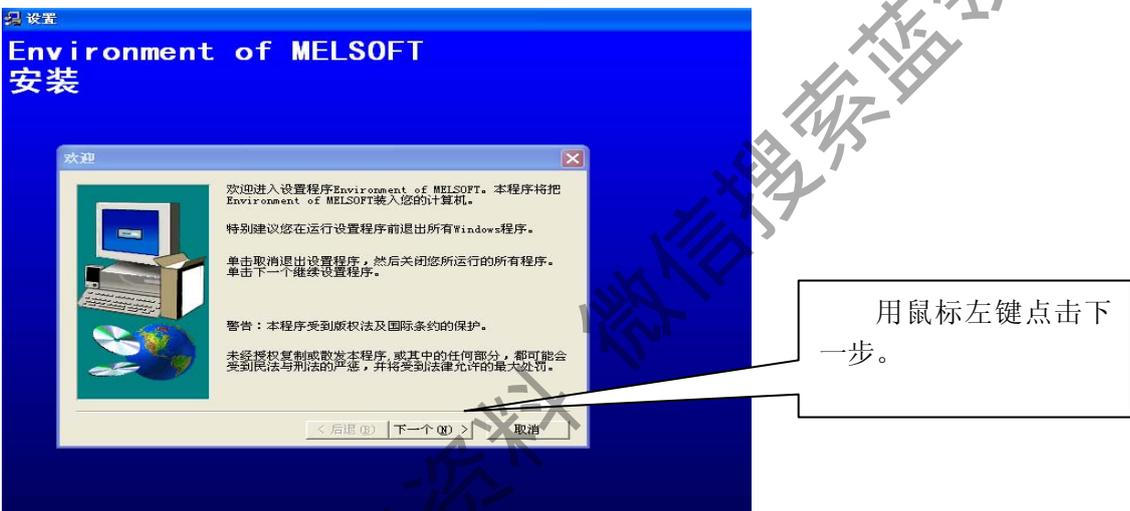

图3-11 软件安装
*用鼠标左键双击SETP.EXE 后弹出如下图3-11欢迎界面;